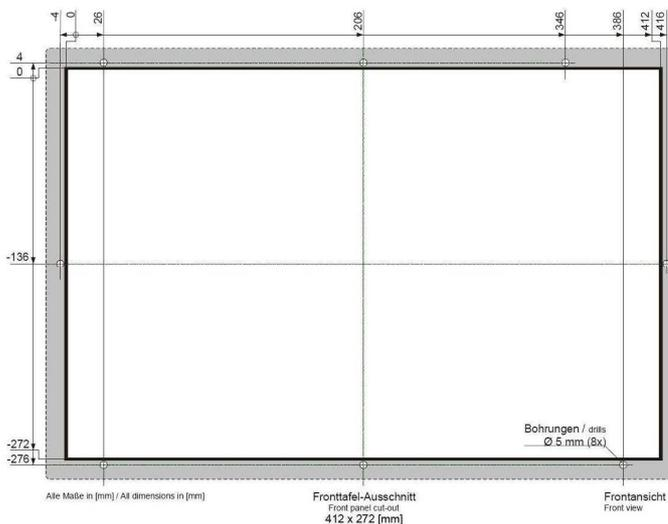

Abb. 13: Montageausschnitt KS 128
- Die Befestigung erfolgt mit acht Stehbolzen (Abb. 13). Für diese sind acht Bohrungen mit einem Durchmesser von 5 mm vorzusehen.